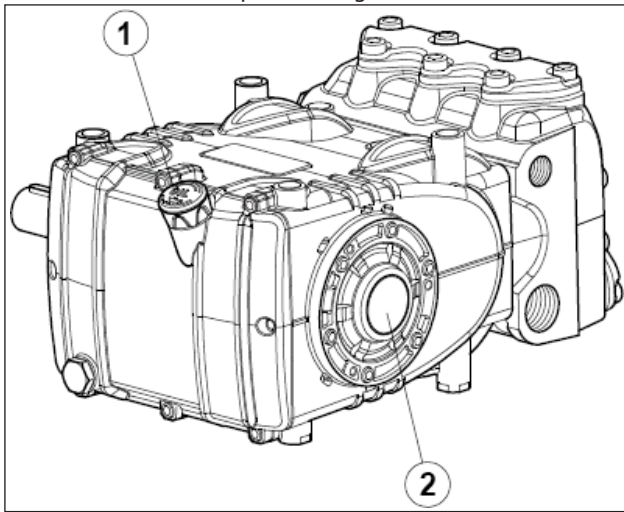

Fig. 15
5. O óleo no cárter da bomba está no nível, verificando com a respectiva vareta (pos. ①, Fig. 15) e excepcionalmente com a abertura de nível (pos. ②, Fig. 15).